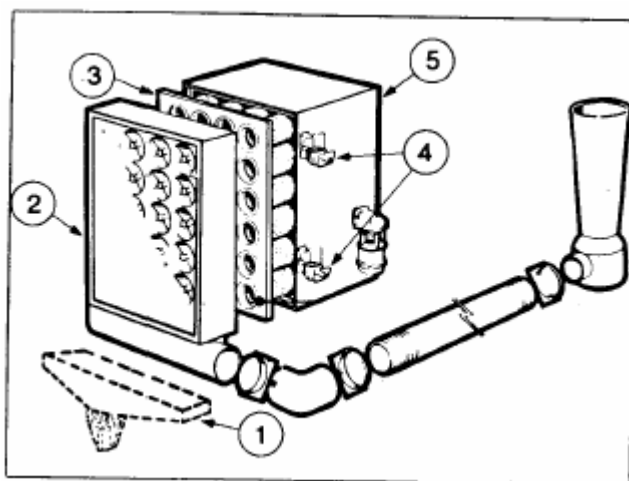

Рис. 2-13 (N21026). Очиститель воздуха патронного типа (двух каскадный)
1. Отверните барашковую гайку (Рис.2-13 или 2-14) на корпусе очистителя воздуха (5). После этого необходимо снять панель предварительной очистки с бункером для сбора пыли (1). Для того, чтобы снять панель предварительной очистки (2), оборудованной выхлопным отсосом, необходимо отвернуть зажимной болт «U», закрепляющий предварительный очиститель на воздуховоде отсоса.
2. Снимите загрязненный патрон (3) Ramic. Для этого необходимо захватить патрон пальцами, которые вставляются в отверстия патрона и вытянуть его. (Перед тем, как снять патрон, все четыре угловые гайки должны быть по одной отвернуты).
2. Для того, чтобы установить патрон на место, необходимо действовать таким же образом, как при его съеме из корпуса (3, Рис.2-13 и 2-14). Вставьте чистый патрон в корпус. Это операцию необходимо проводить очень осторожно, чтобы не ударить трубками патрона по уплотнительному фланцу, находящемуся на краях корпуса очистителя воздуха.
4. Поставьте на место панель предварительной очистки (2) и затяните руками барашковые гайки (4). Затем необходимо сделать еще $1^{1/2}$ - 2 оборота с помощью маленького универсального гаечного ключа. Не перетягивайте. При использовании предварительного очистителя с отсосом выхлопа, необходимо на предварительный очиститель установить трубку отсоса и затянуть «U» - образный болт.